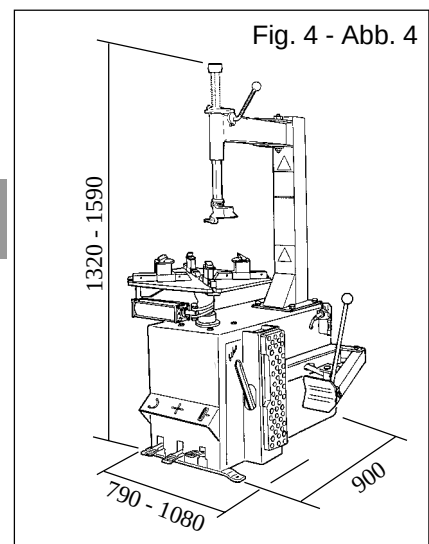

Fig. 4 - Abb. 4
•The place of installation must also provide at least the space shown in figure 4 so as to allow all parts of the machine to operate correctly and without any restriction.
•De plus, dans le lieu d'installation il faudra les espaces nécessaires pour permettre le fonctionnement régulier de toutes les parties du démonte-pneus, sans aucune limitation (voir fig. 4).
Zudem muss am gewählten Installationsort mindestens soviel Platz vorhanden sein, wie in Abb. 4 angegeben ist, so daß der Betrieb aller Maschinenteile problemlos eingestellt werden kann.